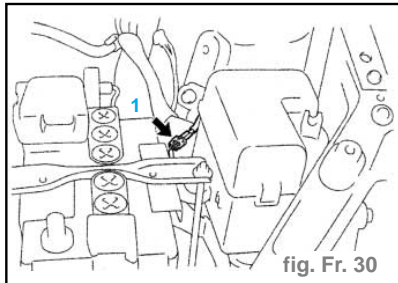

fig. Fr. 30
- Débrancher le connecteur du capteur de vitesse (1). (fig. Fr. 30)